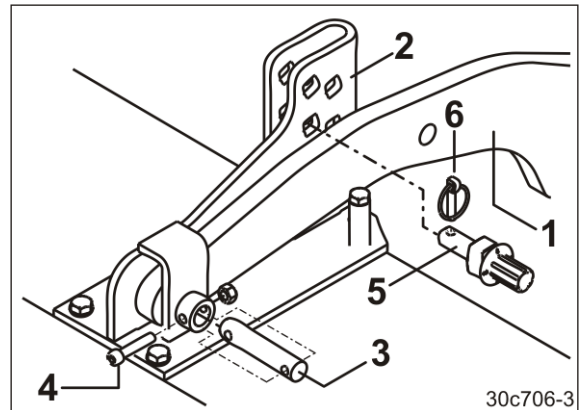

Fig. 63
4. Den Walzentragarm (Fig. 63/1) mit einem Bolzen (Fig. 63/3) am Verstellsegment (Fig. 63/2) abstecken. Den Bolzen mit einer Schraube mit Mutter (Fig. 63/4) sichern.
5. Den Tiefenregulierungsbolzen (Fig. 63/5) in die nächstmögliche Bohrung über dem Tragarm stecken und den Tiefenregulierungsbolzen mit einem Klappstecker (Fig. 63/6) sichern.